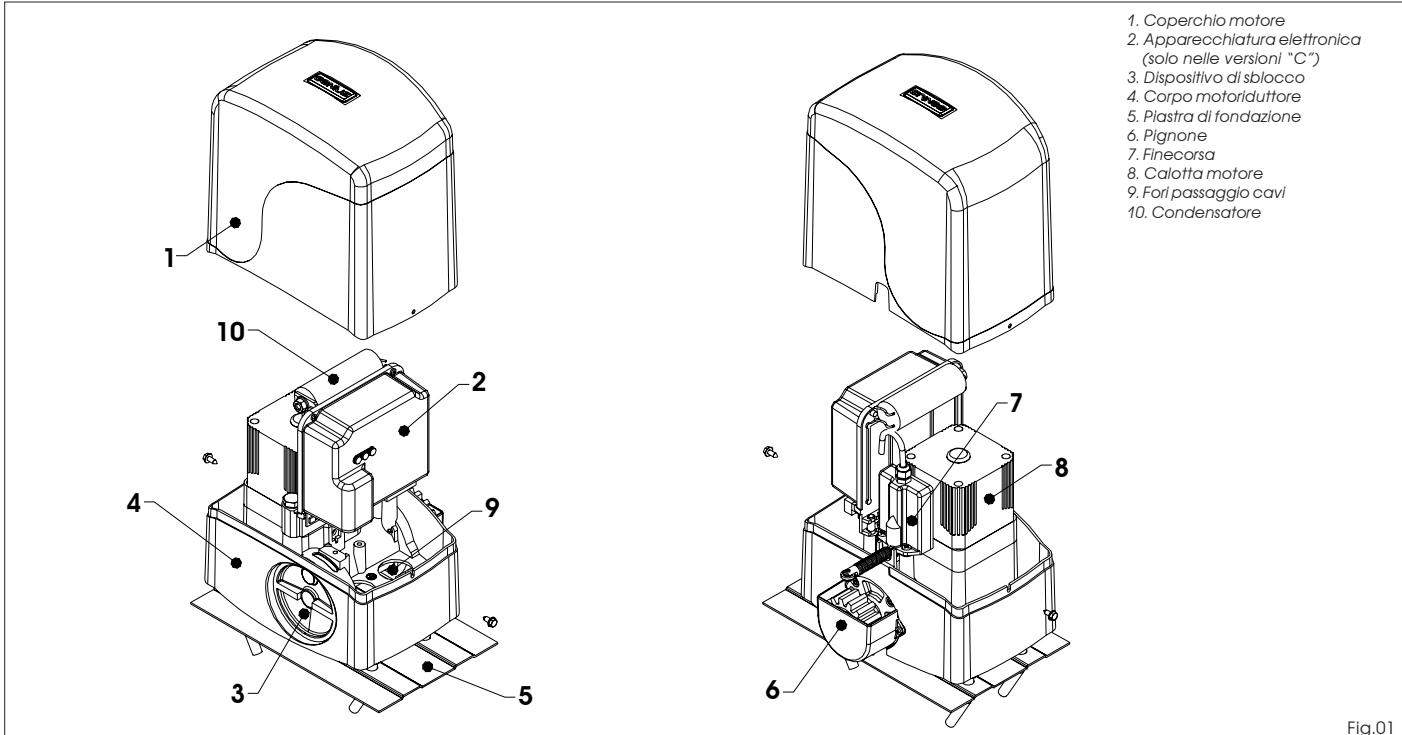
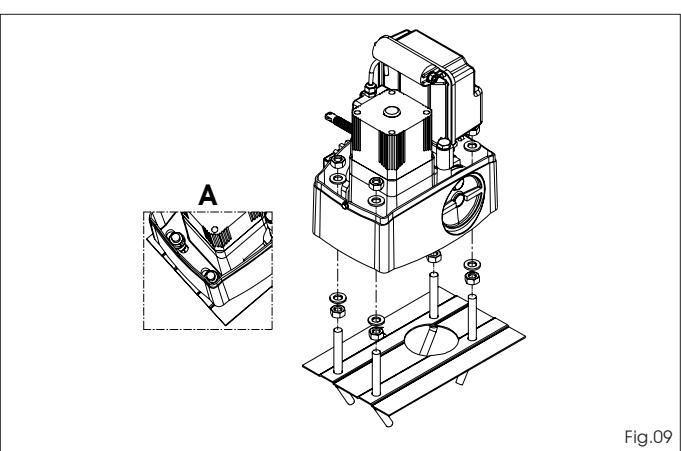

Fig.01
Fig.09
- 2) posizionare l'operatore sulla piastra di fondazione utilizzando i dadi e le rondelle in dotazione, come da Fig.09, durante questa operazione far passare i cavi attraverso le apposite aperture realizzate nel corpo del motore (vedi Fig.01 rif.9). In caso di necessità è possibile, utilizzando un martello, unire i due fori ottenendo un passaggio più ampio.